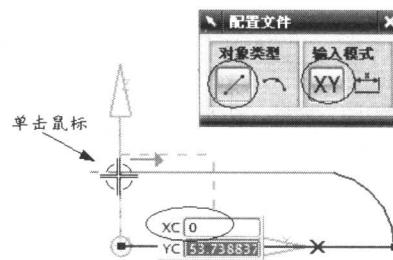

图 1-8
(5) 在【配置文件】工具栏中单击【坐标模式XY】按钮, 并在“XC”输入栏中输入 0, 表示直线的终点在纵坐标上, 如图 1-8 所示。